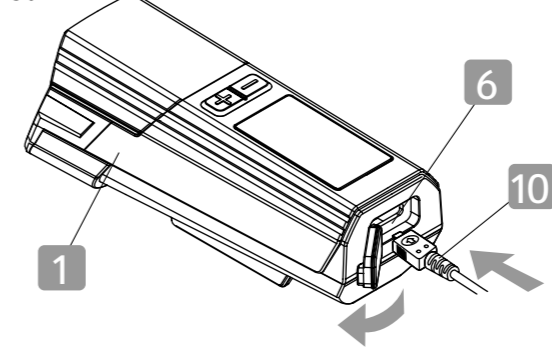

Abb. E2
1. Klappen Sie die die Schutzkappe am USB-C-Anschluss 12 an der Unterseite des Rücklichts 11 zur Seite (siehe Abb. E2).